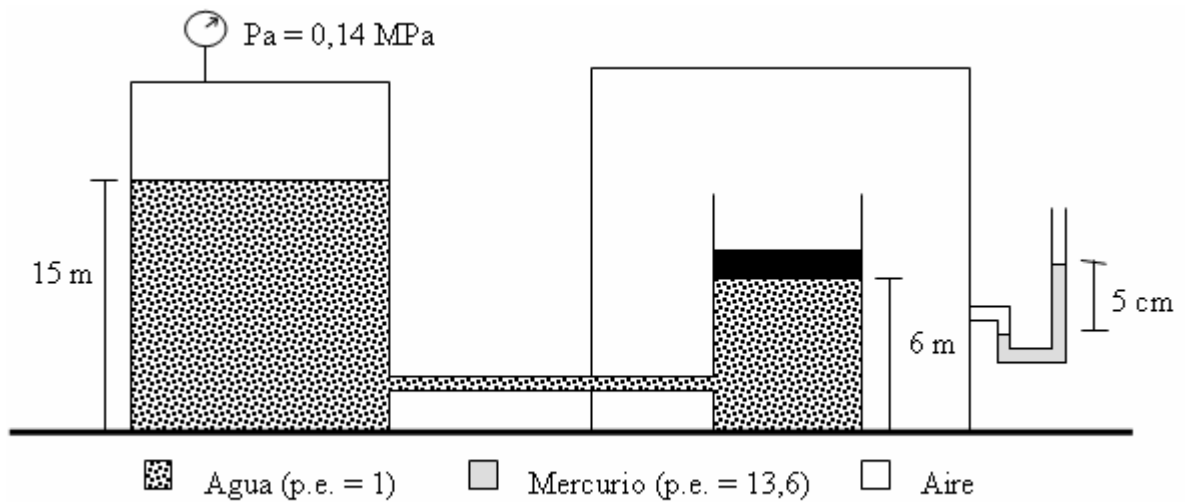

Figura 1.7
25. Un tanque cerrado, tal como se muestra en la Figura 1.7 contiene agua hasta una altura de 15 m, y el volumen restante es ocupado por aire a una presión manométrica de 0,14 MPa. Dicho tanque está conectado por aire a una tubería a un cilindro que contiene agua y está encerrado dentro de una cámara de aire a presión. El cilindro está provisto de un pistón cuya masa es de 50 kg. Para las condiciones indicadas, ¿qué diámetro debe tener el pistón? Considere gravedad y presión atmosférica estándar.